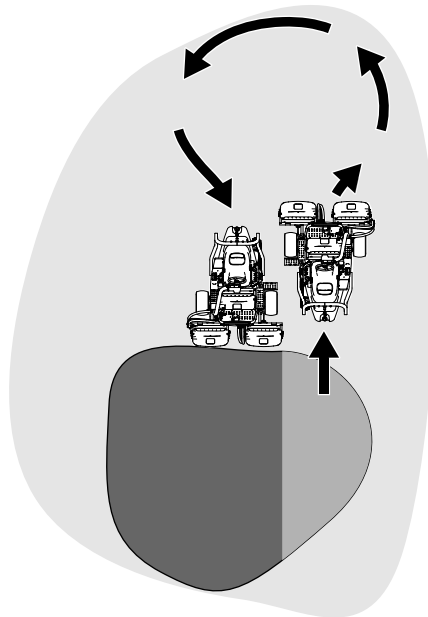

Figure 24
6. Pour réduire le temps de travail et faciliter l'alignement pour la passe suivante, tournez momentanément la machine dans la direction opposée, puis tournez-la vers la partie à tondre. Ce demi-tour en « goutte d'eau » (Figure 24) permet d'aligner rapidement la machine pour la passe suivante.